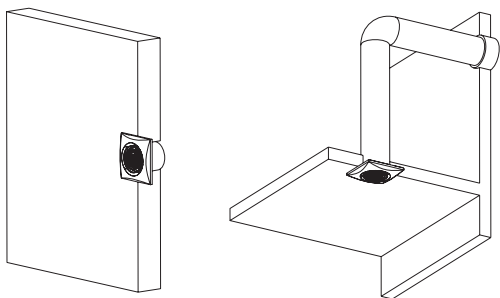

Fig.2
- Аппарат SILENT может быть установлен на потолке либо на стене, с прямым выводом наружу или с отдельной выпускной трубой (рис.2). Он закрепляется на стене при помощи 4 дюбелей и винтов, входящих в